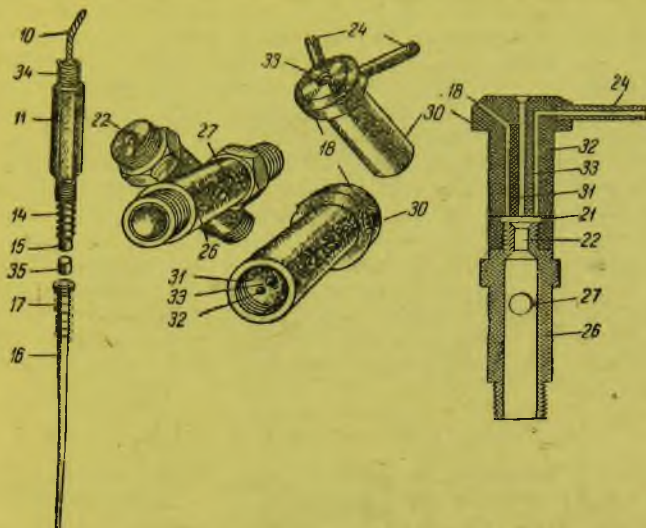

Рис. 85. Эмульсионная и жиклерные трубки карбюратора. Регулировочная игла (номера деталей даются в соответствии с номерами деталей рис. 80)
Подъем и опускание иглы при изменении качественной регулировки осуществляется тросиком, расположенным в центральном отверстии дроссельной заслонки (рис. 85). Вытягивая тросик из оплетки, мы сжимаем пружину (14), вместе с этим поднимается напайка на конце троса (цилиндрик). Игла под действием легкой пружины (17), более слабой, чем (14), тоже поднимается. Чтобы опустить иглу, трос опускают, и тогда сила пружины (14) потянет цилиндрик вниз, он надавит на головку иглы и, сжимая пружинку, опустит иглу. Очень часто бывает, что диапазона регулировки иглы нехватает, и тогда необходимо перепаять цилиндрик в новое положение. Однако можно обойтись и без перепайки, поставив между головкой иглы и цилиндриком нужный отрезок толстой медной проволоки (дополнительный цилиндрик). Это делается, если нужно обеднить смесь. Наоборот, при желании обогатить регулировку основной цилиндрик, припаянный к тросу иглы, укорачивают опилкой.